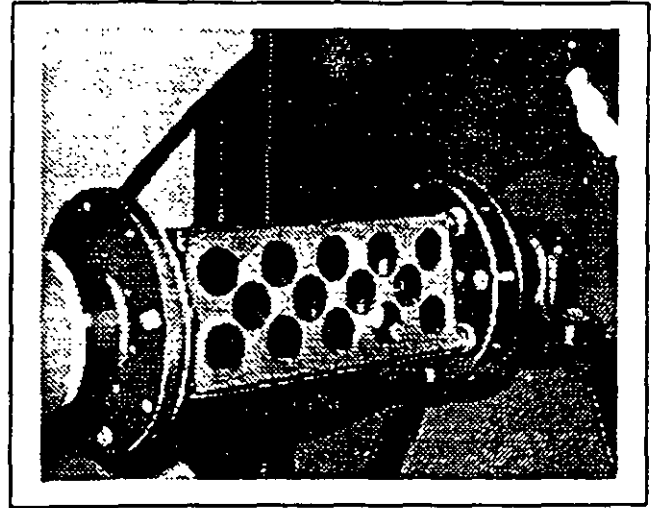

FIG. 38. DISPOSITIVO PARA ALINEAMIENTO ATORNILLADO A LA MAZA DE LA TOMA DE FUERZA. E-27093-S
- a. Atornille el dispositivo a la maza de la toma de fuerza usando cuatro tornillos de 1/2 pulg. de diámetro y tuercas (Figs. 38 y 39)